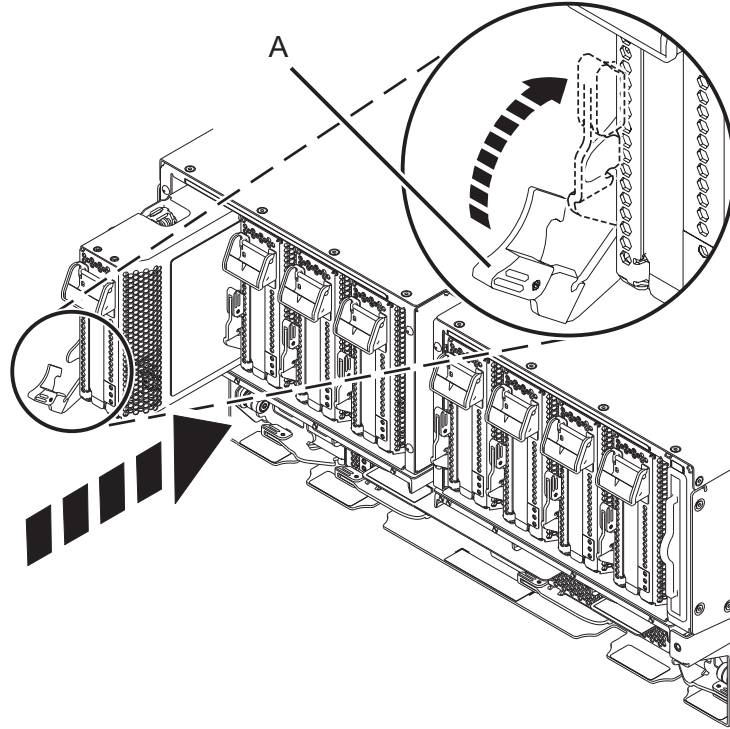

Figura 9. Instalación de una casete de adaptador PCIe en el sistema
- a. Con el asa de la casete (A) en posición de apertura, sujete con cuidado la casete del adaptador por los bordes y, a continuación, alinee la casete del adaptador con la ranura. Vea la Figura 9 en la página 9.
- c. Cuando la casete esté completamente insertada en la ranura, gire el asa de la casete de terracota (A) en la dirección que se muestra en la Figura 9 en la página 9, para bloquear la casete del adaptador en la ranura.